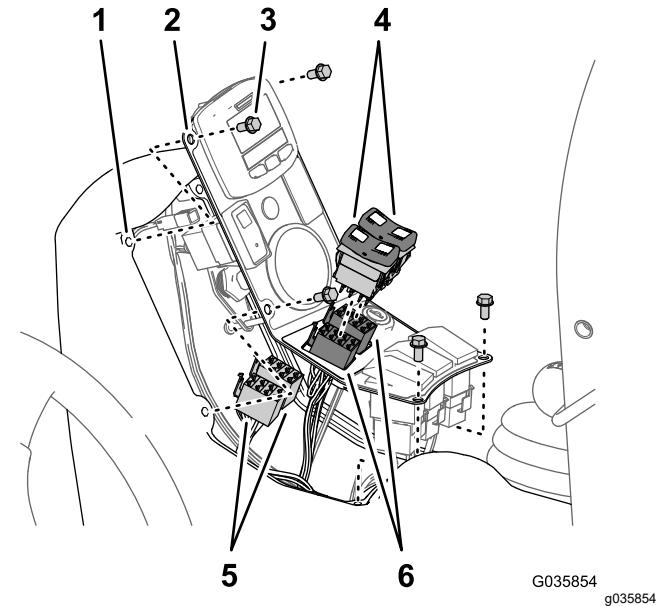
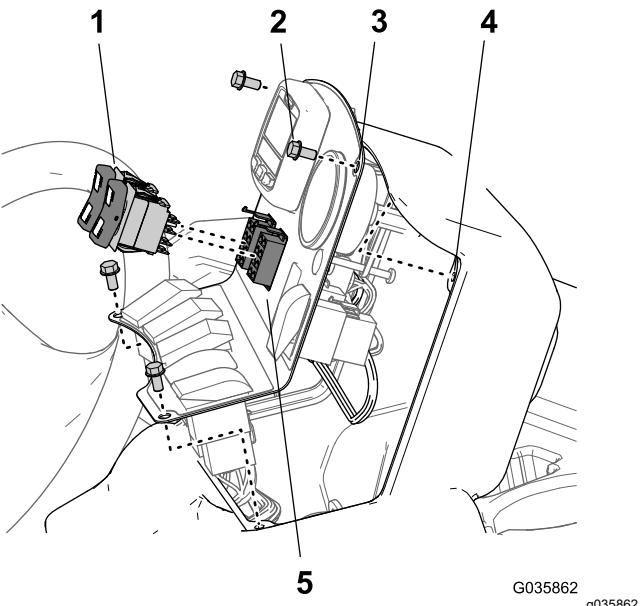

Bild 37
Bild 38
1. Entfernen Sie die vier Bundkopfschrauben ($\frac{1}{4}$ " x $\frac{1}{2}$ "), mit denen die Schalterblende an der mittleren Konsole befestigt ist, und heben Sie die Platte an (Bild 37 oder Bild 28).
2. Ziehen Sie die 8-Buchsen-Stecker des Maschinenkabelbaums von den Auslegerhubschaltern ab (Bild 37 oder Bild 38).
3. Stecken Sie die Kippschalter in die 8-Buchsen-Stecker des Kabelbaums für das Finishingkit für den Ultra Sonic Boom (Bild 37 oder Bild 38).
5. Fluchten Sie die Löcher in der Schalterplatte mit dem Rahmen der Konsole aus (Bild 37 oder Bild 38).
6. Befestigen Sie die seitliche Abdeckung mit den vier Bundkopfschrauben ($\frac{1}{4}$ " x $\frac{1}{2}$ ") (Bild 37 oder
Bild 38), die Sie in Schritt 1 entfernt haben, an der mittleren Konsole.